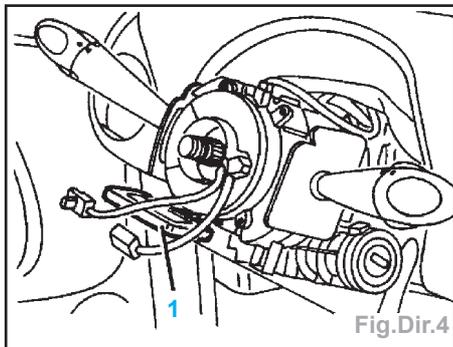

Fig.Dir.4
**Nota :** En cas de remplacement du câble à spirale, retirer la languette de sécurité (1) (Fig.Dir.4).